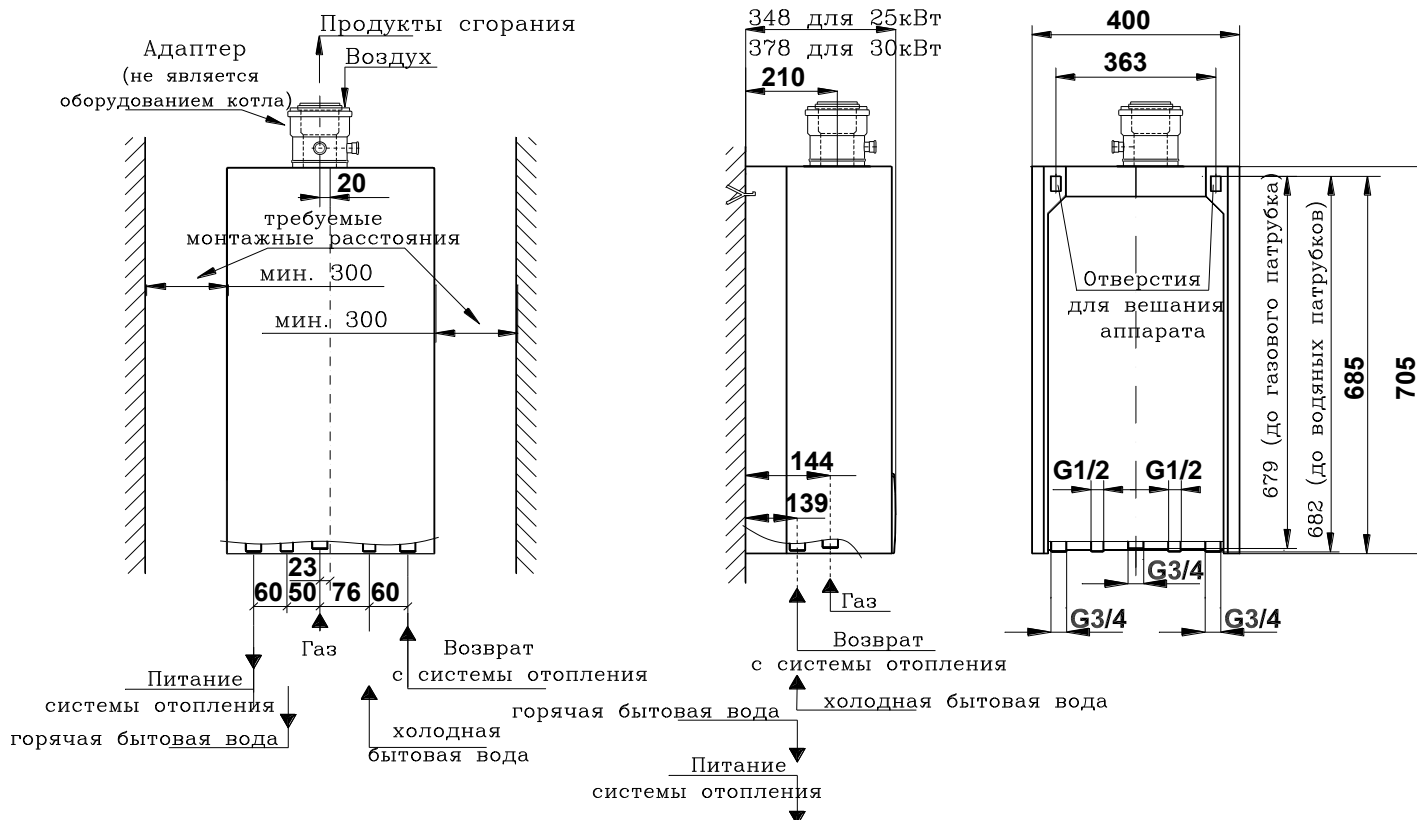

Рис. 3.3.1 Установочные размеры двухконтурного аппарата WINDSOR PLUS-25 и WINDSOR PLUS-30
- Патрубки питания и возврата контура отопления аппарата прикрутить к установке при помощи соединителей. Расположение патрубков указано на рис.3.3.1. и 3.3.2.